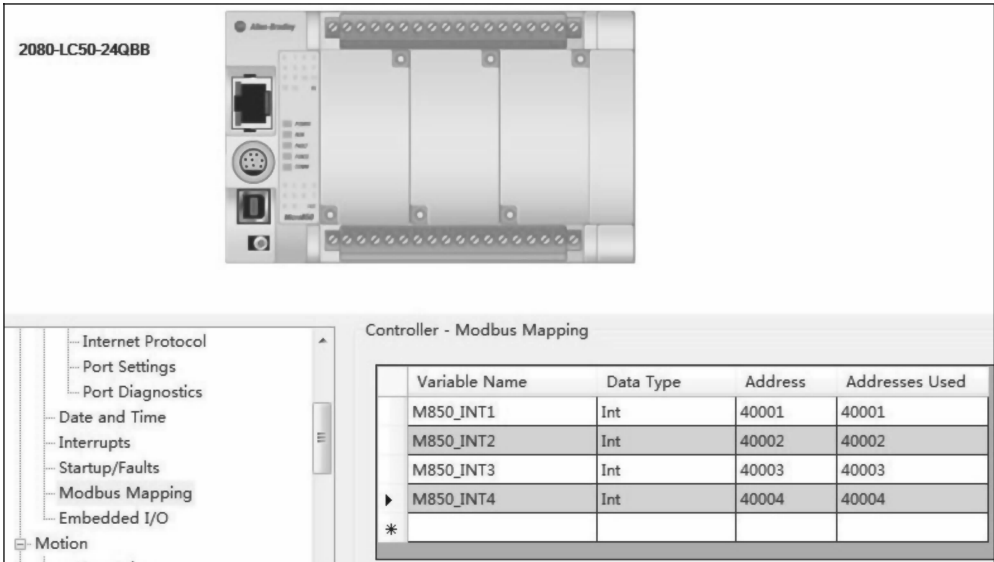

图 9-38 Modbus 从站设置
- 2) 在 Controller-Modbus Mapping 中输入全局变量并设置 Modbus 线圈地址。如图 9-38 所示，将 M850 _INT1-4 线圈地址设置为 40001 ~ 40004，数据类型为 INT，至此 Modbus 从站设置完毕。